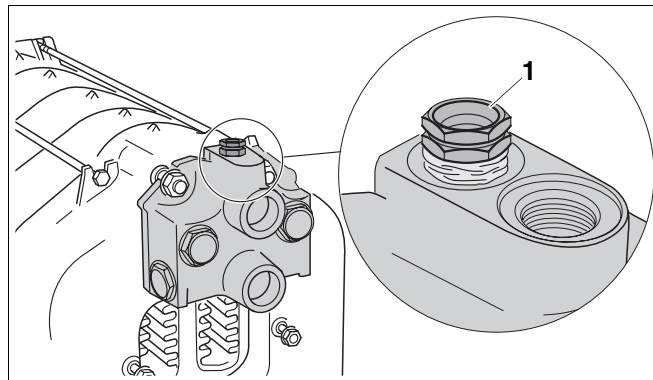

Рис. 26 Установка гильзы для датчиков
- Заглушить подающую и обратную линии (воздушник установить на фитинге Rp 3/4) (→ рис. 26).